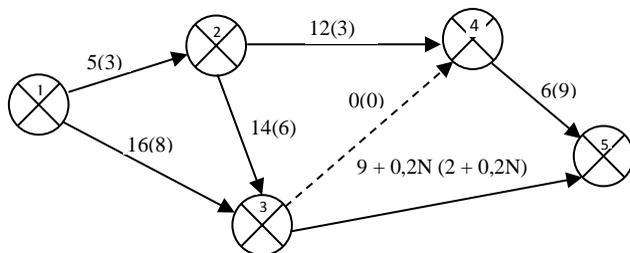

Рис. 3.23. Сетевой график выполнения комплекса работ
1. В организации необходимо выполнить комплекс работ, последовательность которых изображена на сетевом графике (рис. 3.23).